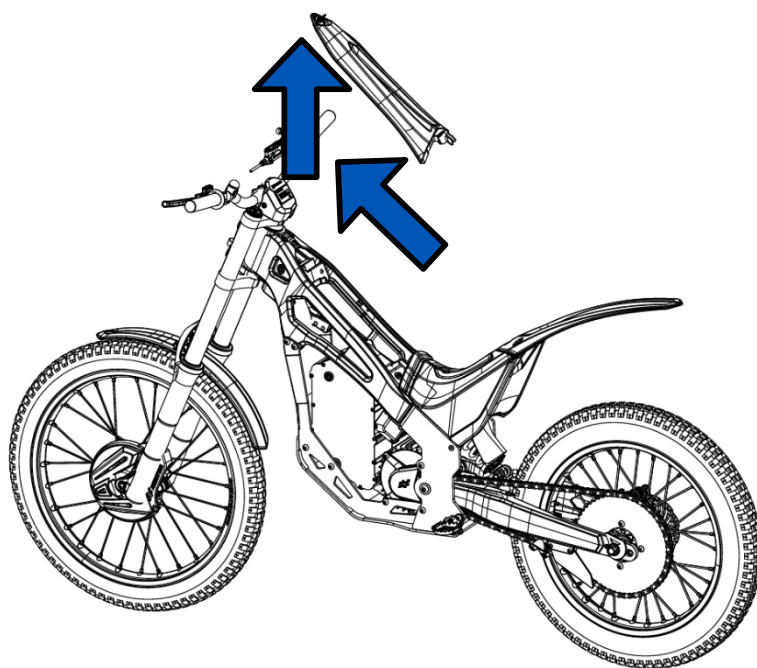

Fig. 37
3- Debe desplazar la tapa hacia delante y después puede extraer la carcasa superior de la motocicleta hacia arriba (Fig. 37).
- 2- A continuación, debe girar el tornillo rápido situado en la parte superior (Fig. 37). Debe extraerlo sin llegar a sacarlo de la carcasa superior, para poder sustraer dicho componente del bastidor.
- 3- Debe extraer carcasa superior de la motocicleta (Fig. 37).